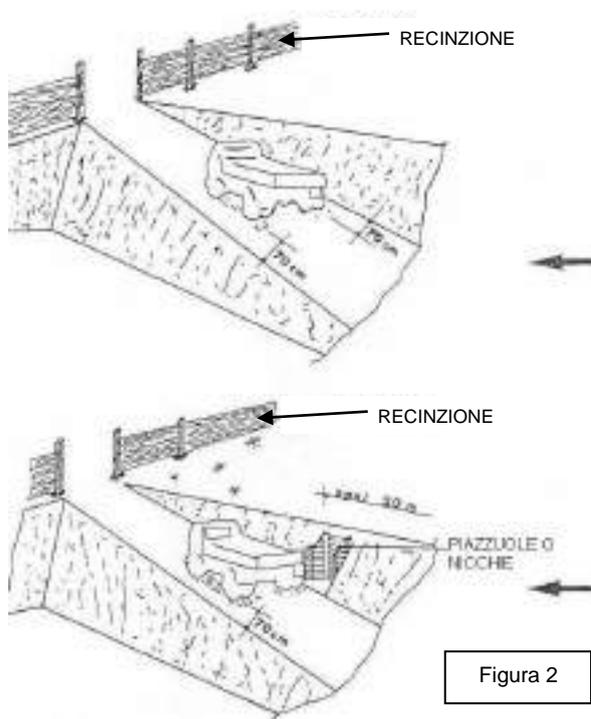

Figura 2
- La larghezza della rampa carrabile deve essere di almeno 5 m e tale da consentire un franco di almeno 70 centimetri, oltre la sagoma di ingombro del veicolo; qualora nei tratti lunghi il franco venga limitato ad un solo lato, devono essere realizzate piazzuole o nicchie di rifugio ad intervalli non superiori a 20 metri lungo l'altro lato (Figura 2);